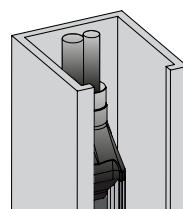

図 7: ドアブランク付きの GridScan/Pro (標準タイプ)
- ▶ 受光器の筐体をドア制御装置の横にあるガイドレールに取り付けます（図7）。